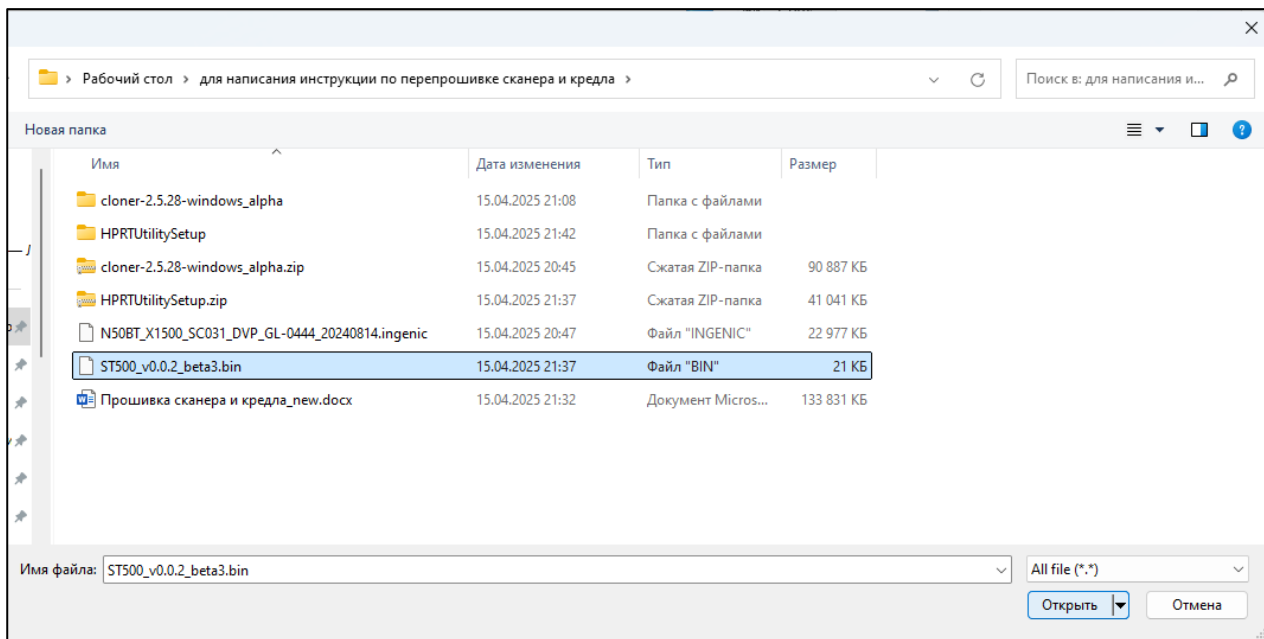

Рисунок 7. Выбор файла прошивки
- Указать файл прошивки **ST500_v0.0.2_beta3** (рисунок 7).